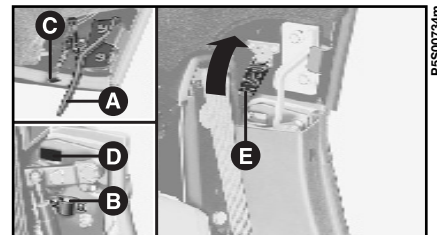

fig. 63
4) Abbassare l'hard top ed infilare i perni **A-fig. 63** negli ancoraggi **B** sulla vettura (solo allo scopo di far vedere meglio l'ubicazione degli ancoraggi **B** nella **fig. 63** è stato asportato il riparo su vettura).